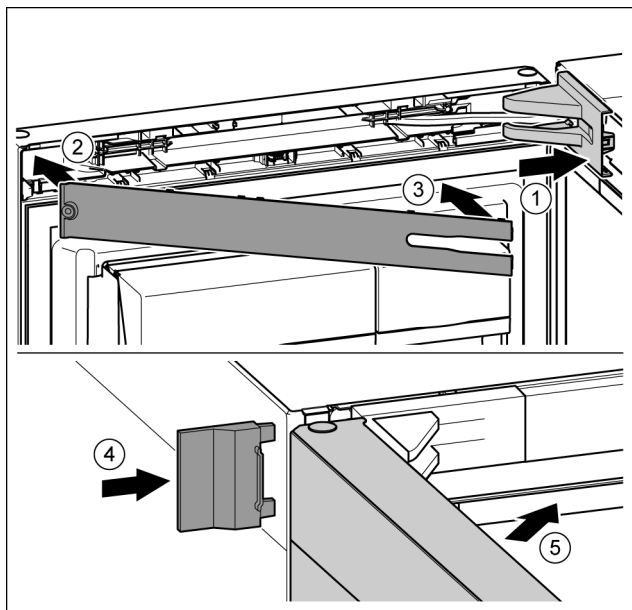

Fig. 23
- ▶ Afdekking van de lagerbus aanbrengen en vastklikken, en indien nodig, voorzichtig uit elkaar drukken. *Fig. 23 (1)*
- ▶ Paneel aanbrengen. *Fig. 23 (2)*
- ▶ Paneel naar binnen draaien en vastklikken. *Fig. 23 (3)*
- ▶ Buitenste afdekking erop schuiven. *Fig. 23 (4)*
- ▶ Bovenste deur sluiten. *Fig. 23 (5)*